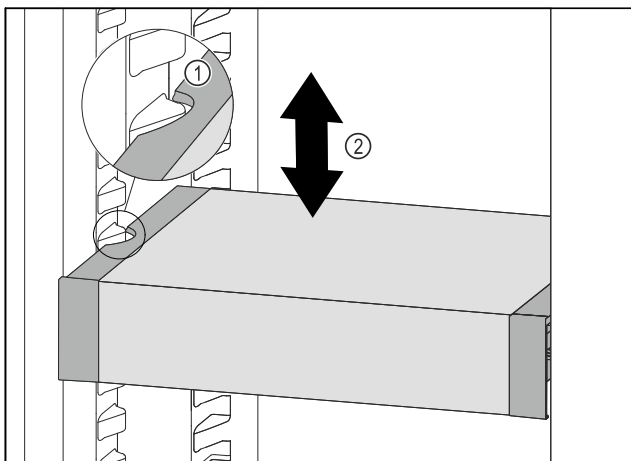

Fig. 83
- ▶ Тяните VarioSafe вперед, пока боковые выемки VarioSafe не окажутся на высоте выступа резервуара в холодильном отделении. Fig. 83 (1)
- ▶ Двигайте VarioSafe в холодильном отделении вверх или вниз, пока не будет достигнута требуемая высота. Fig. 83 (2)